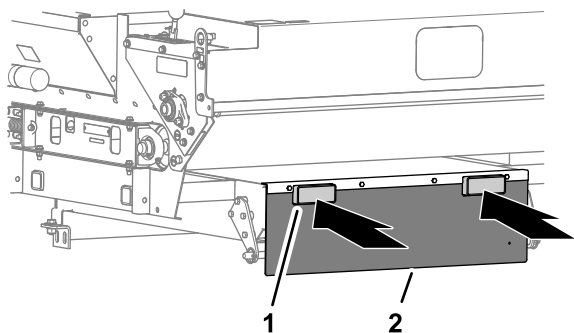

図 8
- フォークリフトで持ち上げる場合は、機械の後部フラップにある昇降作業用チューブ 図 8 にフォークを入れてください。